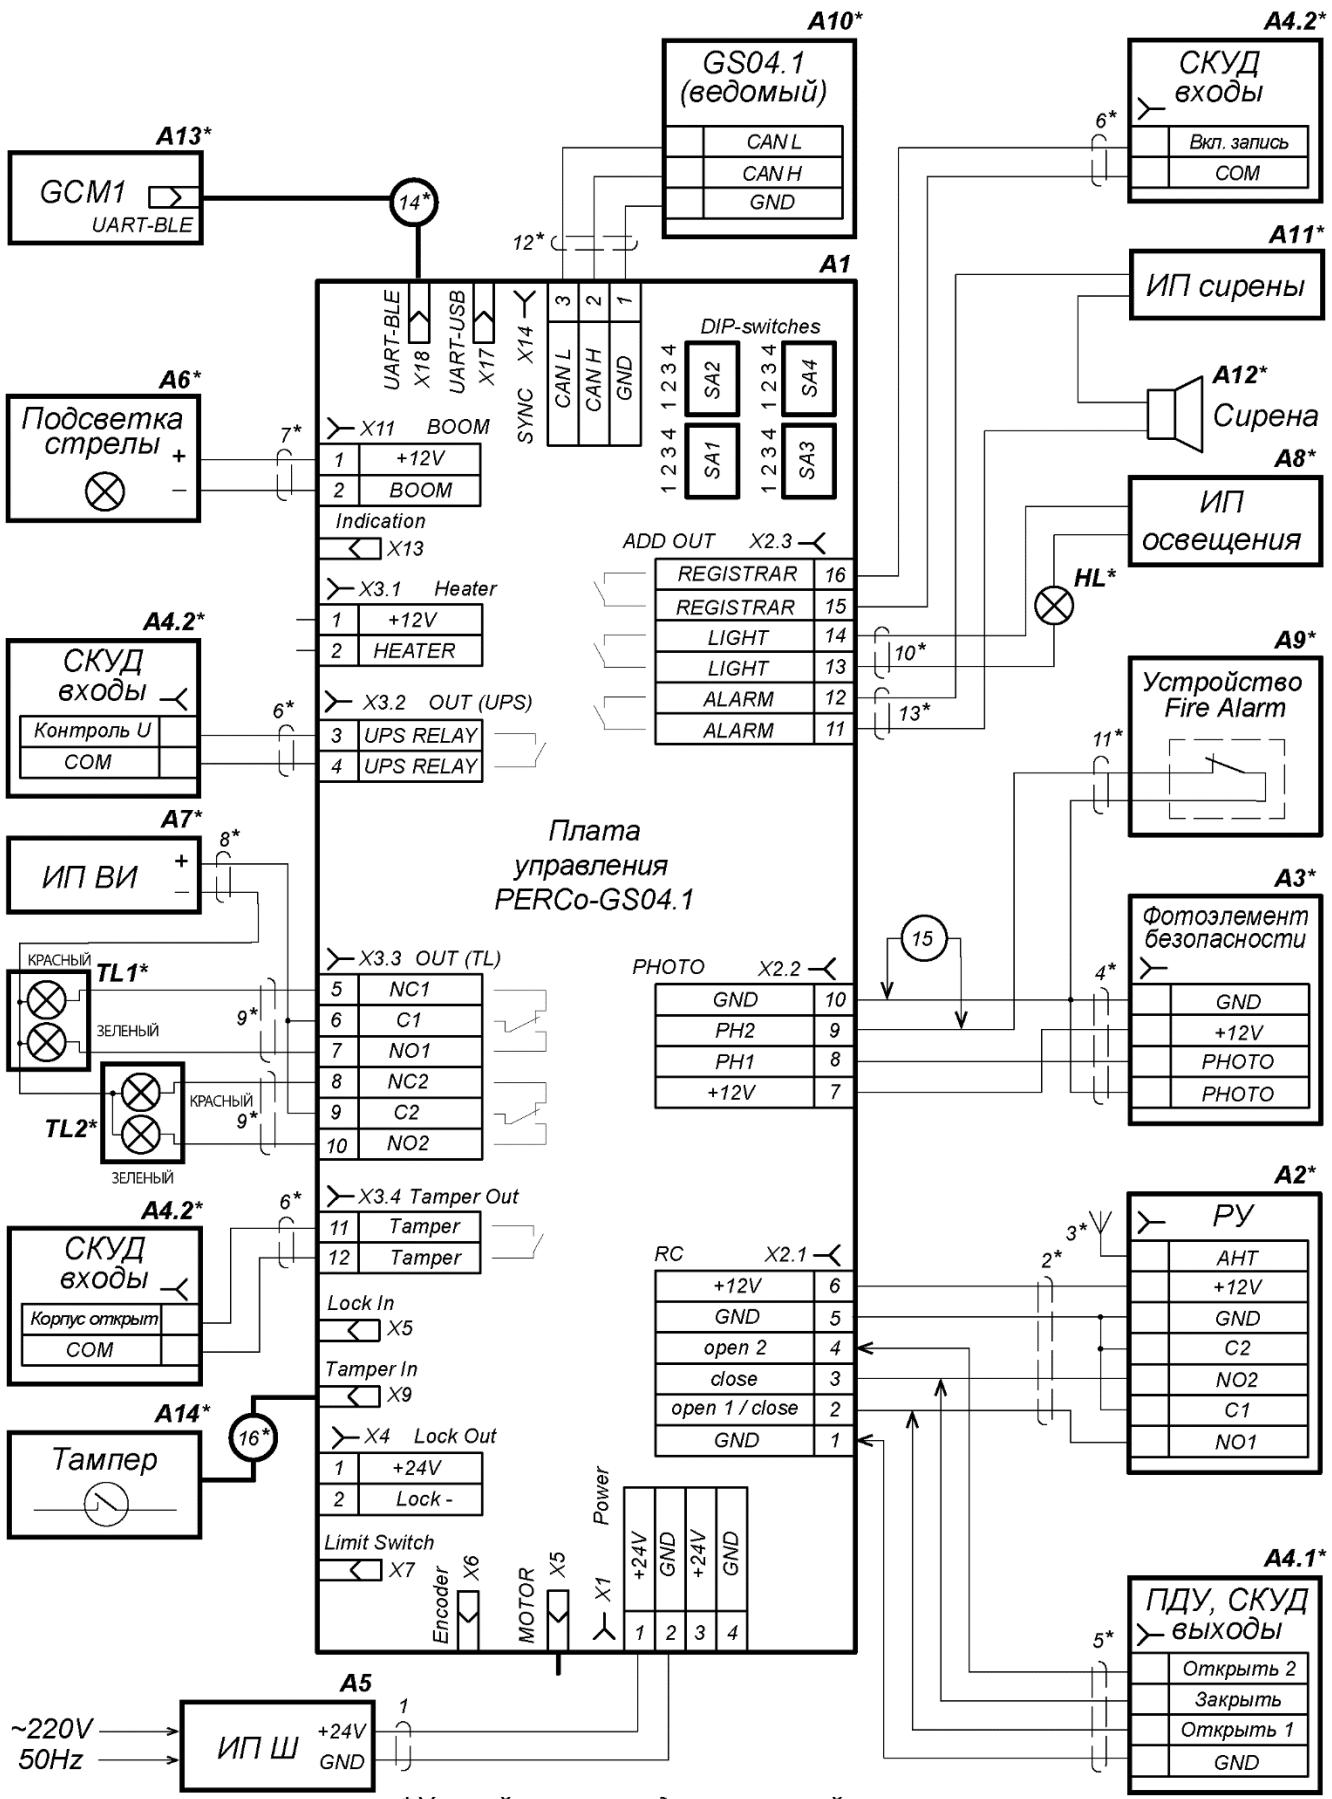

Рисунок 25. Схема подключения шлагбаума и доп. оборудования
6. Произведите подключение в соответствии со схемой, см. рис. 25.
чтобы улучшить дальность работы, рекомендуется вынести коаксиальным кабелем к свободному окну (9). Выходы устройства РУ подключаются к плате управления в соответствии со схемой на рис. 25.
По умолчанию на разъеме **XP1 MODE** нет джампера №2 – включен режим управления двусторонним проездом (см. разд. 5.4.3). В этом режиме подключение светофоров производится к контактной колодке **X3.3** в соответствии со схемой на рис. 25: линии управления красными сигналами подключаются к нормально-закрытым выходам реле (*NC-C*), зелеными – к нормально-открытым (*NO-C*). Светофор **TL1** устанавливается со стороны проезда, управляемого сигналом на входе **open1 / close**, светофор **TL2** – со стороны проезда, управляемого сигналом на входе **open 2**.
На плате управления предусмотрено подключение дополнительной подсветки, например, для освещения зоны проезда (по умолчанию в постоянном режиме). Подключение производится к контактам **LIGHT** контактной колодки **X2.3** в соответствии со схемой подключения (см. рис. 25). На данный разъем можно подключить только нагрузку 12В не более 2А, в противном случае необходимо использовать промежуточное реле.
Для этой цели необходимо между шлагбаумами проложить кабель шины синхронизации и подключить его в соответствии со схемой (см. рис. 25). Затем при помощи DIP-переключателей **SA1.1** и **SA1.2** один из шлагбаумов настраивается как "ведущий", другой – как "ведомый" (см. разд. 8.11, п. 1). При этом сигналы управления должны подключаться на ведущий шлагбаум (на ведомом шлагбауме все управляющие сигналы будут игнорироваться).